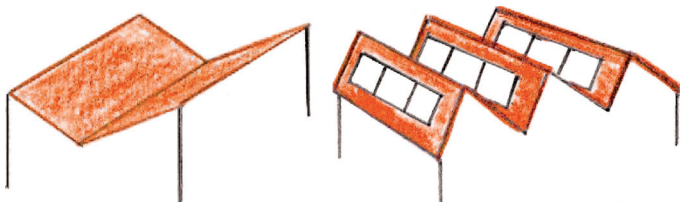

Abb. 8: Schmetterlingsdach (links) und Sheddach (rechts).
- Schmetterlings- und Shed-Dachformen (Abb. 8) erfordern in Klimaregionen mit viel Schneefall vertiefte Überlegungen zum Frostschutz. Wenn möglich sollen diese Dachformen vermieden werden.